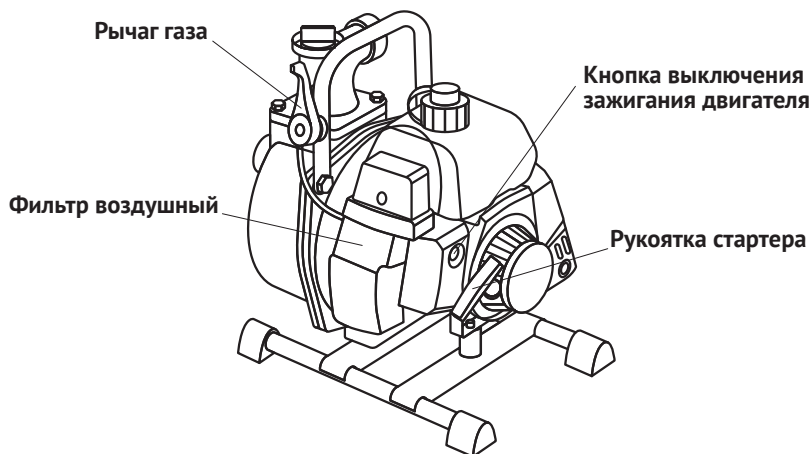

Рис. 2
Рукоятка стартера служит для запуска двигателя (рис. 2).
- Возьмитесь за рукоятку стартера (рис. 2) и плавно потяните, пока не почувствуете сопротивление, после чего резко дерните её. После запуска двигателя плавно верните рукоятку стартера на место.